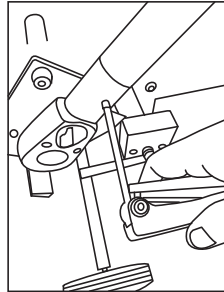

Fig. 3
3. Après l'installation du sabot de cintrage (1), retirez la poignée de cintrage de son emplacement sécurisé sur la station de travail BENDstation™ ou la plateforme BENDdolly™ et installez-la dans le récepteur à cliquet ou récepteur à poignée. Aligner l'ouverture de la poignée de la cintrreuse avec celle de la clé à cliquet ou de la poignée et la fixer avec la vis hexagonale fournie (Fig. 3).